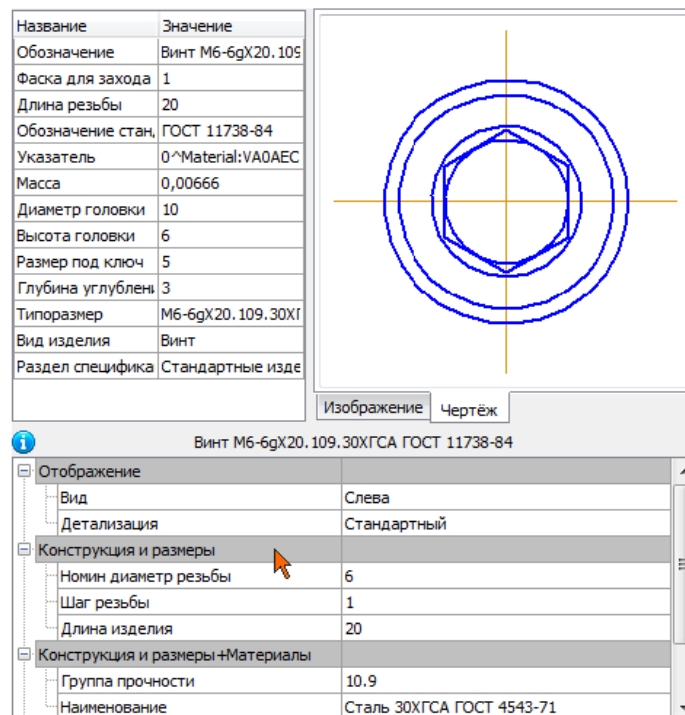

Рисунок 27.
- В Области свойств выполните двойной щелчок мышью в поле Конструкция и размеры (рис. 27).